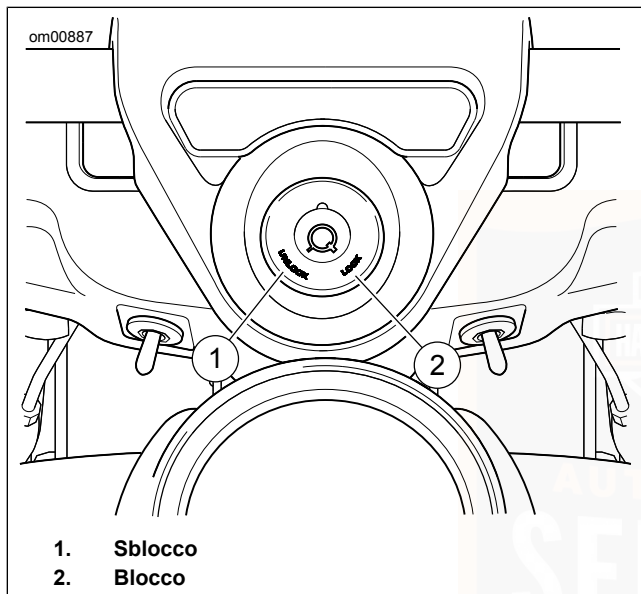

Figura 19. Dispositivo di blocco della forcella: Modelli senza carenatura
Senza carenatura: vedere Figura 19 . Il dispositivo di blocco della forcella si trova sulla sommità del canotto dello sterzo, dietro la gondola del faro anteriore, inserito nell'involucro del morsetto del manubrio.
2. Vedere Figura 19. Inserire la chiave e girarla in senso antiorario su LOCK (blocco). Estrarre la chiave.